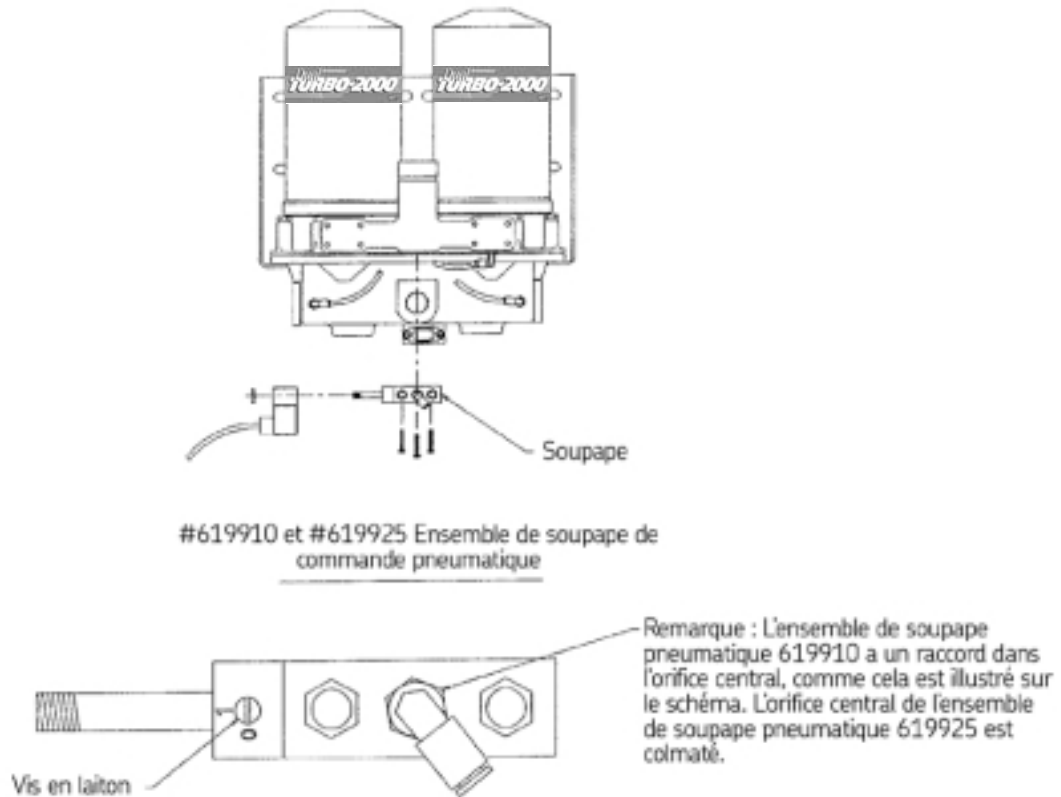

Fig. 1
6. Retirer les quatre (4) boulons à tête creuse à six pans de 3/8 po situés sur les pièces moulées de la plaque d'adaptateur.
7. Retirer les douze (12) boulons à tête à six pans de 3/8 po assujettissant le boîtier inférieur de la soupape aux pièces moulées d'adaptateur.
10. Nettoyer le fond de bâtièr de soupape, la surface de joint et l'intérieur de deux (2) pièces moulées de plaques d'adaptateur de toute huile et tout contaminant.
12. Placer une nouvelle plaque de filtre dans le réceptacle inférieur de soupape. Positionner la plaque de filtre dans le réceptacle de la façon indiquée sur la Fig. 1, avec les flèches tournées vers l'avant du bâtièr de soupape.
14. Serrer les (16) boulons à 25-30 pi/lb
1. Pendant le cycle de charge, tourner la vis en laiton située sur la valve pneumatique (voir Fig. 1 de la page 54), vers la droite (la fente de la vis doit être dans la position horizontale). Si la bouffée d'air ne se produit pas, remplacer la soupape. Si l'échappement se produit, tourner la vis et la remettre dans sa position initiale (la fente de la vis doit être en position verticale pour un fonctionnement normal) et passer à l'étape 2.
2. Retirer les trois (3) conduites d'air (Ensemble #619910) et deux (2) conduites d'air (Ensemble #619925) branchées sur les raccords de la soupape pneumatique (Consulter la Fig. 1 de la page 54).
4. Retirer les trois (3) écrous assujettissant la soupape au collecteur. Retirer la soupape et la mettre au rebut.
- a. Monter les trois (3) raccords à pression pour ouvrir les orifices de la soupape pneumatique.
- b. Assujettir la soupape pneumatique au collecteur avec trois (3) vis. Serrer les vis à 15-20 pi/lb.